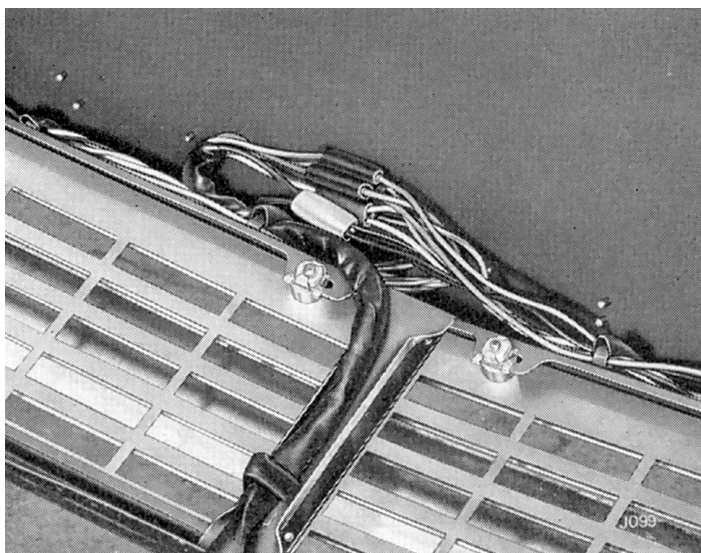

Fig. 11. Connecteurs électriques de capot
- les câbles de l'éclairage du capot avant (Fig. 11);
Débrancher les câbles d'éclairage et d'avertisseur aux connecteurs situés au centre de la calandre (Fig. 11).